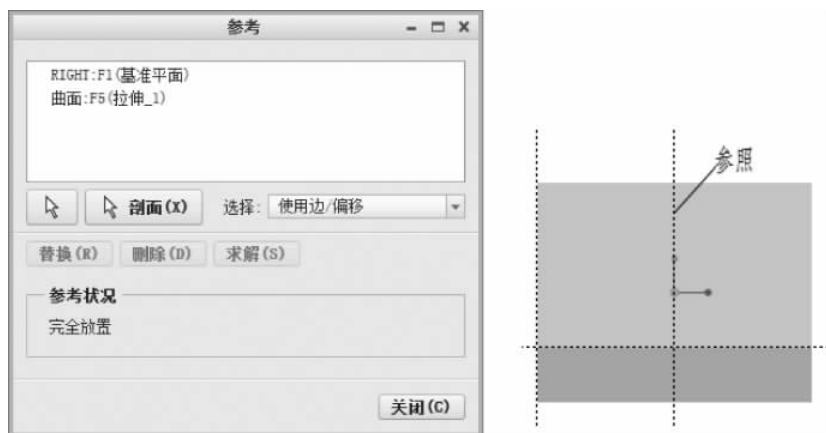

图 3-13 建立参照面
④ 选择【设置】区域的【参考】命令,出现【参考】对话框,在【导航区】选择 RIGHT 基准面和左端上表面为参照,如图 3-13 所示;